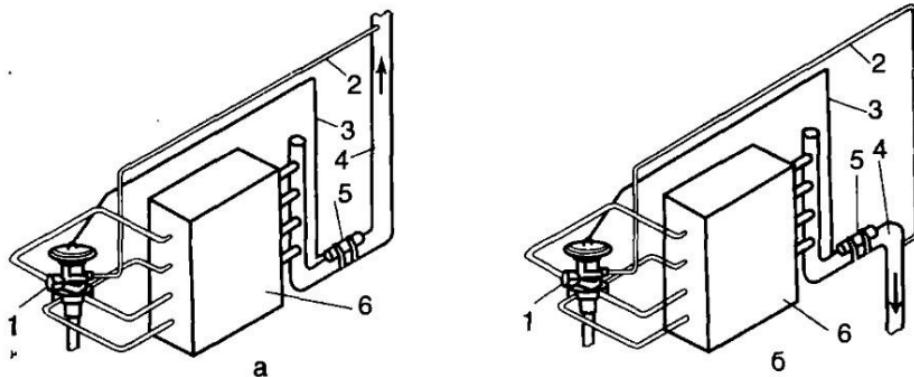

Рис. 133. Размещение термобаллона на всасывающем трубопроводе:
14.5.2. Всасывающий трубопровод смонтирован неправильно (рис. 133).